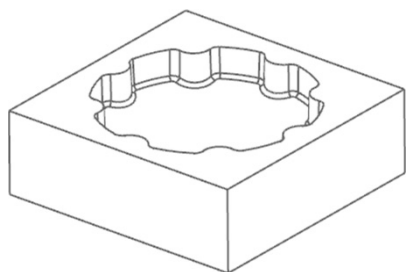
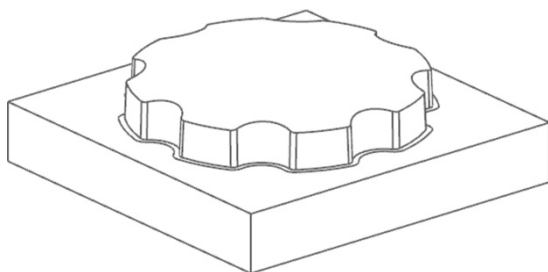

图 1-17 创建型腔零件
图 1-18 创建型芯零件
(19) 单击“确定”按钮，创建型腔零件及型芯零件，如图 1-17 和图 1-18 所示。